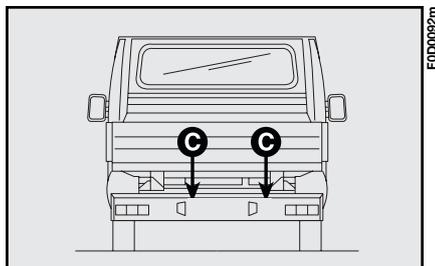

fig. 3
- dévisser les deux boulons **C-fig. 3** visibles sur le côté intérieur du pa-